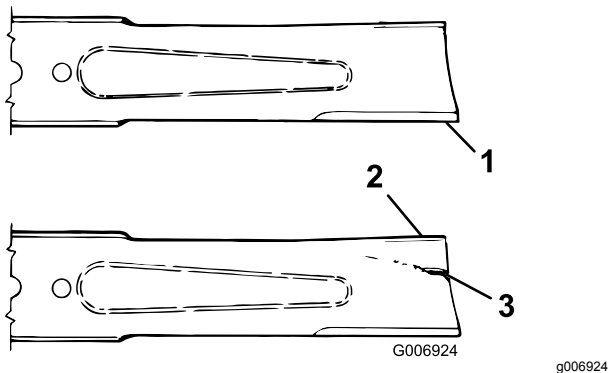

Figura 97
3. Examine cuidadosamente los extremos de corte de la cuchilla, sobre todo en el punto de reunión entre la parte plana y la parte curva de la cuchilla (Figura 97).
4. Si se aprecia desgaste (Figura 97), cambie la cuchilla; consulte Mantenimiento del plano de la cuchilla (página 69).